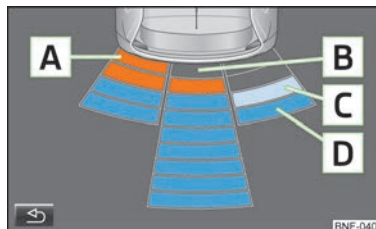

Bild 67
» bild 67. **Kör inte vidare!**
- » Genom ett lätt tryck på funktionsknappen  i bildskärmen till multifunktionsenheten » bild 67.